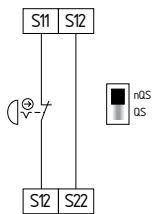

Fig. 9
**Circuito de PARAGEM DE EMERGÊNCIA de canal único com dispositivos de comando conforme EN ISO 13850 e EN 60947-5-5 (ver Fig. 9)**